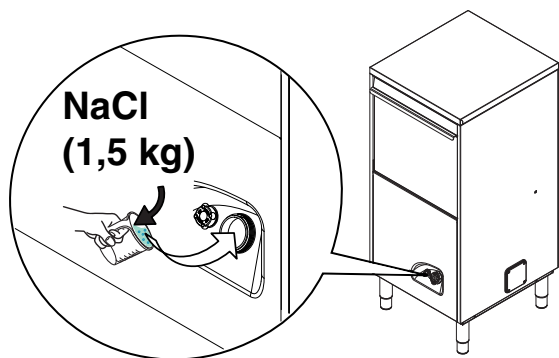

Fig. 24
- Strooi ongeveer 1,5 kg grof keukenzout [NaCl] in het daarvoor bestemde reservoir "A" (deze hoeveelheid is nodig om het zoutreservoir tot aan de opening te vullen), gebruik hiervoor de bijgeleverde trechter (Fig. 24).